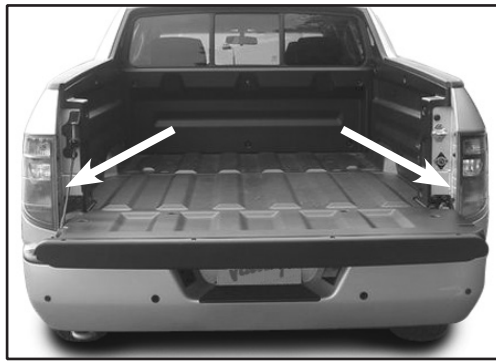
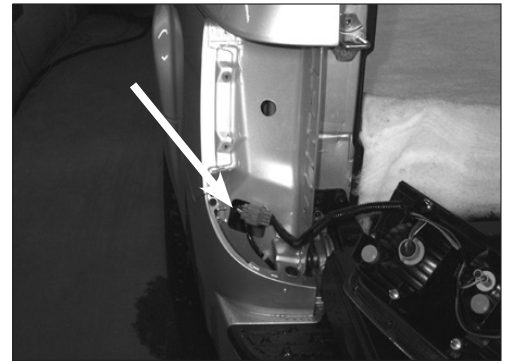

Fig. 1
Fig. 2
2. Lower the tailgate and remove both the left (drivers) and right (passenger) tail light housing assemblies (Fig. 1). Locate the gray tail light harness connectors in the opening at the bottom of each tail light pocket (Fig. 2). These connectors will be similar in appearance to those on the T-Connector harness.
2. Abaisse el hayon et enlever à la fois la gauche (pilotes) et les ensembles de logements de lumière droit (passager) de la queue (Fig. 1). Repérez les connecteurs gris lumière de queue du faisceau dans l'ouverture au bas de chaque feu arrière poche (Fig. 2). Ces connecteurs seront semblables en apparence à ceux sur le harnais T-Connector.
2. Abaissez le hayon et enlever à la fois la gauche (pilotes) et les ensembles de logements de lumière droit (passager) de la queue (Fig. 1). Repérez les connecteurs gris lumière de queue du faisceau dans l'ouverture au bas de chaque feu arrière poche (Fig. 2). Ces connecteurs seront semblables en apparence à ceux sur le harnais T-Connector.